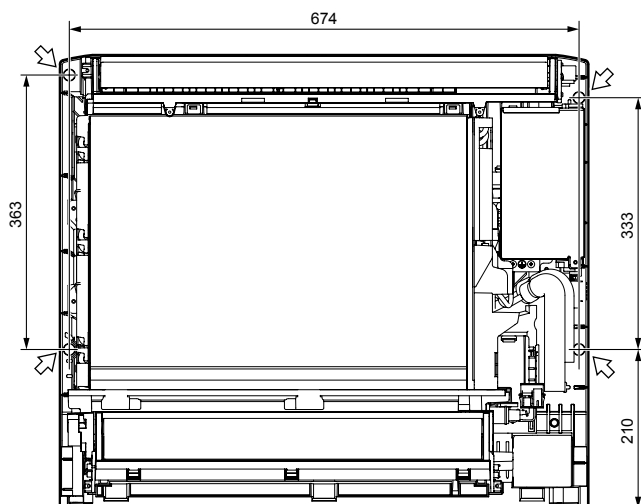

Fig. 3-5
3.3. Instalación de la unidad interior (Fig. 3-5)